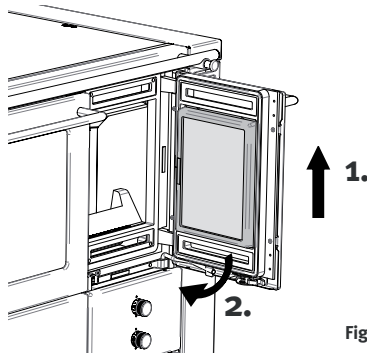

Fig. 75
- ⇒ La vitre de la porte du chauffage peut uniquement être enlevée par le haut (Fig. 75).